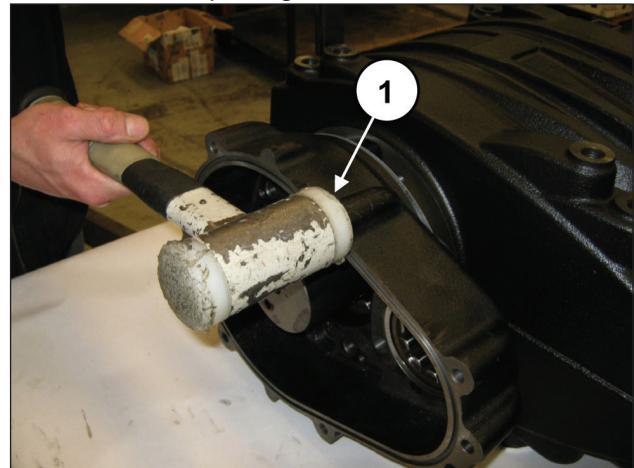

Fig. 65
Monter le boîtier du réducteur (et son joint) à l'aide d'un chassoir à inertie (rep. ①, Fig. 65).